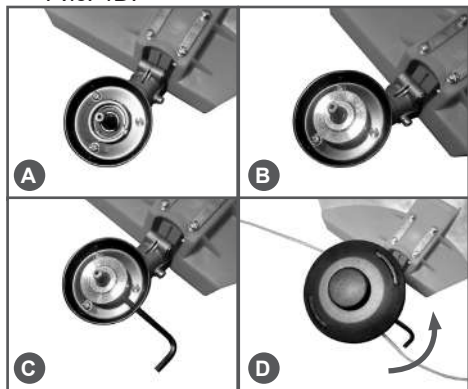

Рис. 4 Установка триммерной головки
1. На выходной вал наденьте защитную шайбу таким образом, чтобы отверстие в чашке редуктора совпало с отверстием в защитной шайбе (Рис. 4В).
2. Вставьте стопор (например, ключ шестигранный из комплекта поставки) в отверстия шайбы и чашки, как показано на Рис. 4С.
3. Наденьте триммерную головку на выходной вал и закрутите ее против часовой стрелки, как показано на Рис. 4Д.